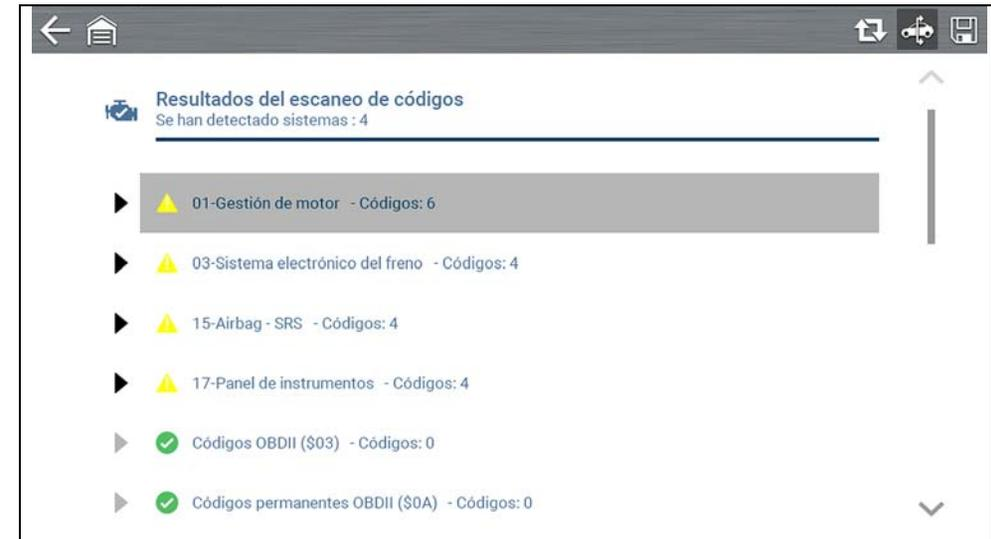

Figura 5-4
**Escaneo de códigos** realiza un escaneo activo de los módulos de control del vehículo y luego muestra los resultados (*Figura 5-4*).